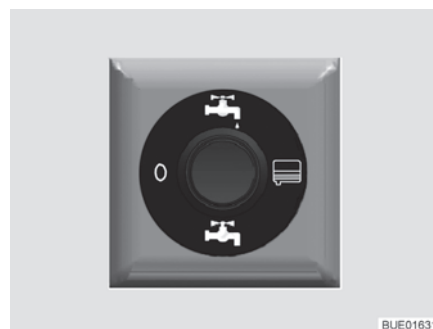

Fig. 171 Conmutador de mando para la llave de desagüe de accionamiento eléctrico
- Pulsar la parte superior del conmutador de mando (Fig. 171). Las aguas residuales son evacuadas.
- Una vez que hayan salido totalmente las aguas residuales, pulsar la parte inferior del conmutador de mando (Fig. 171).
- Poner el conmutador de mando (Fig. 171) en la posición "0" (sin corriente eléctrica).